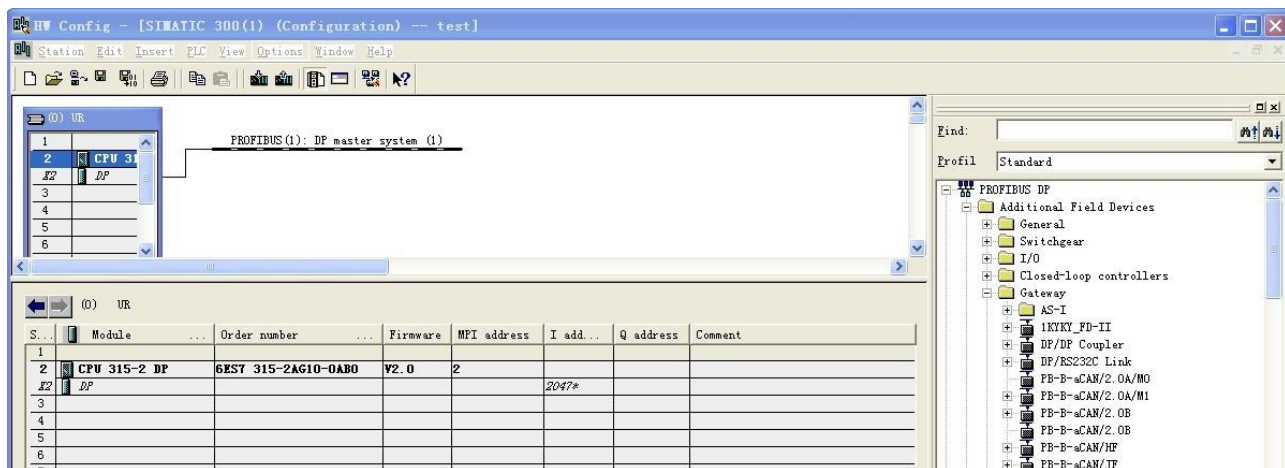
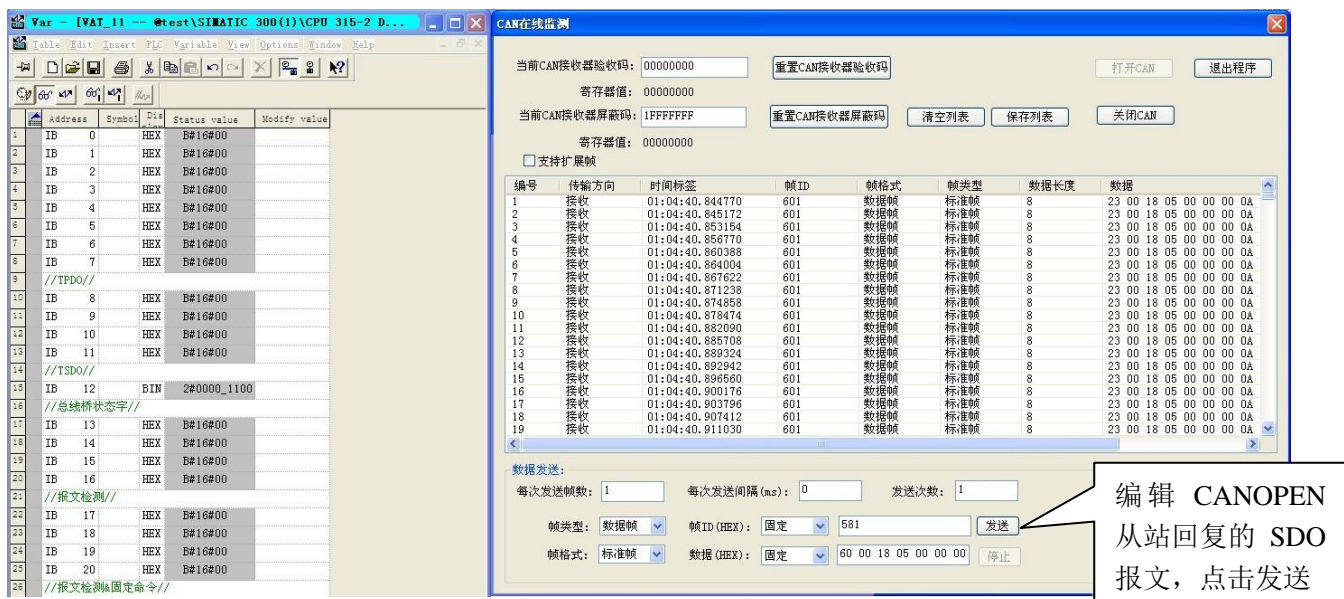

图 5-13
图 5-23
3、添加导轨、CPU315-2DP，设置 PROFIBUS 通讯波特率为 1.5M。如图 5-13 所示
由图 5-13 可以看到总线桥发送给从站的初始化 SDO 报文，下面新建一个变量表监测从站状态。并用 CANOpenConfi 模拟 CANOPEN 从站，回复 SDO 报文。由图 5-23、5-24 所示